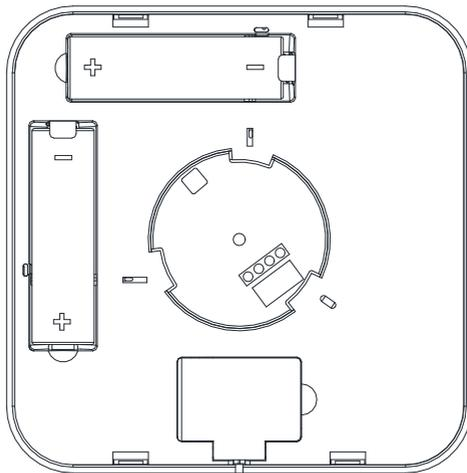

图 5 电池更换示意图
- ✧ 当电池发出电量不足的警报时，需更换电池（更换电池方法如图 5 所示），更换后需参考“设备测试”内容对探测器进行测试。